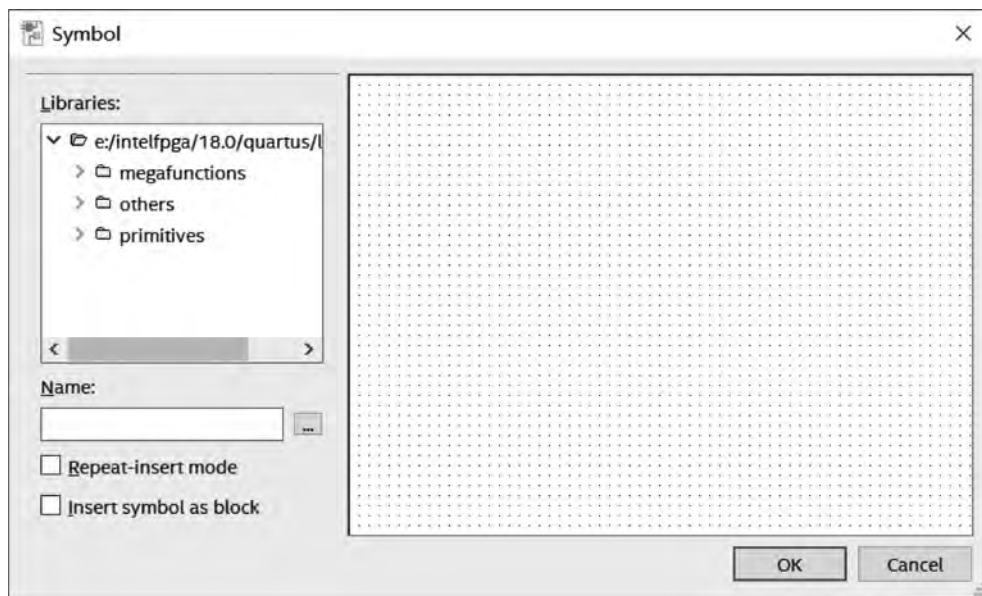

图 3.10 元件符号对话框
(2) 为图形设计文件添加所需元件。用鼠标左键双击图形工作区域的空白处或单击鼠标右键选择 Insert→Symble 命令,弹出 Symbol(元件符号)设置对话框,如图 3.10 所示,在此对话框下完成相应元件的添加。Quartus Prime 库中自带的元件均在其安装目录下的 libraries 文件夹中,在其文件夹下有 3 个子文件夹。